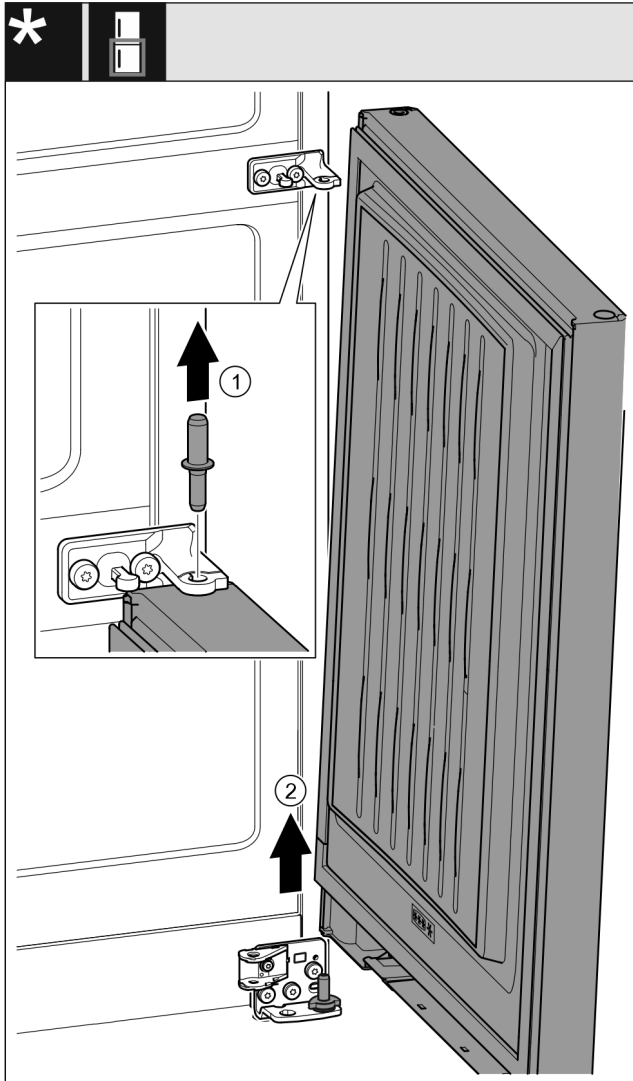

Fig. 23 \*
- ▶ Издърпайте болта нагоре. *Fig. 23 (1)\**
- ▶ Завъртете навън вратата, издърпайте я нагоре и я сложете настрана. *Fig. 23 (2)\**